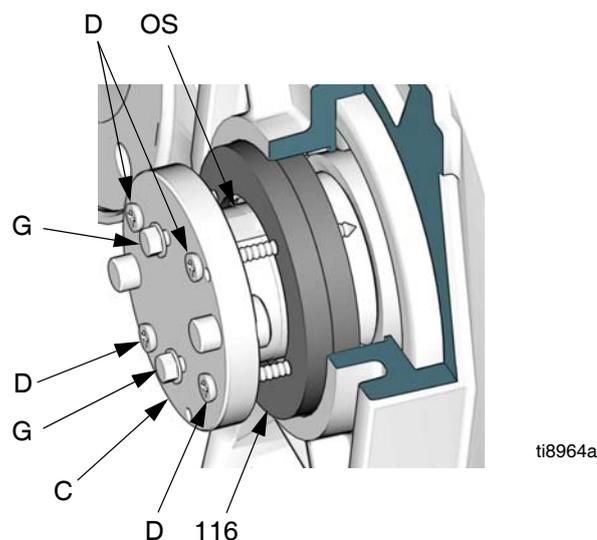

FIG. 27. Remova os selos do eixo de saída
8. Certifique-se de que a gaxeta incluída esteja colocada no plugue do dreno de óleo (118), e depois aparafuse o plugue na caixa de redução. Aperte até 25 pés-lb (34 N•m).
10. Retire os dois selos da saída (116) da seguinte forma:
- a. Consulte a FIG. 27. Coloque a ferramenta (C) no eixo de saída (OS). Gire a ferramenta 90°. Instale e aperte os dois parafusos de 0,5 polegadas (13 mm) (G) para fixar a ferramenta no lugar.
- b. Faça furos piloto de 1/8 de polegada (3 mm) de diâmetro (máximo) nos selos (116) usando os furos dos parafusos auto atarraxantes (D) como modelo. Instale os parafusos auto atarraxantes (D) através da ferramenta e dos selos (116).
- c. Aperte os parafusos (D) igualmente para puxar os selos para fora.